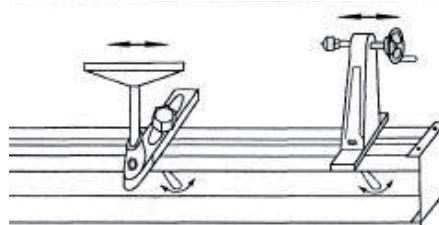

Рис. 7
- Пересуньте задню бабку та підпору різця вздовж основи та закріпіть стопорний важіль (рис. 7).